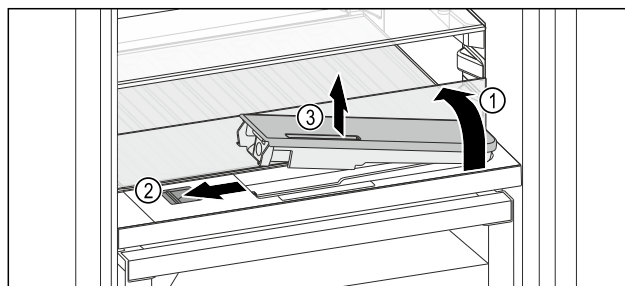

Fig. 151
- ▶ Sollevare il ripiano di vetro e ribaltarlo all'indietro fino all'arresto Fig. 151 (1).
- ▶ Spostare il cursore Fig. 151 (2) a sinistra.
- ▶ Rimuovere il serbatoio dell'acqua Fig. 151 (3).